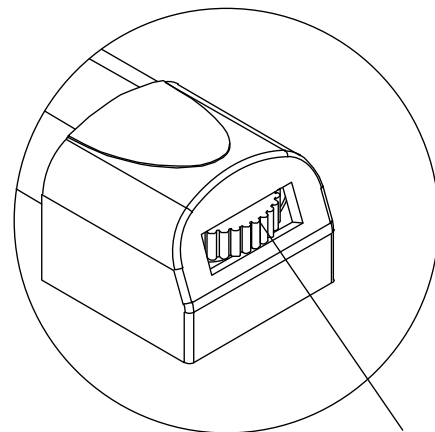

Figure 13
13. Si l'ensemble du véhicule n'est pas stable après l'assemblage, vous pouvez tourner les roues manuellement pour effectuer des ajustements mineurs. Comme illustré à la Figure 13 :